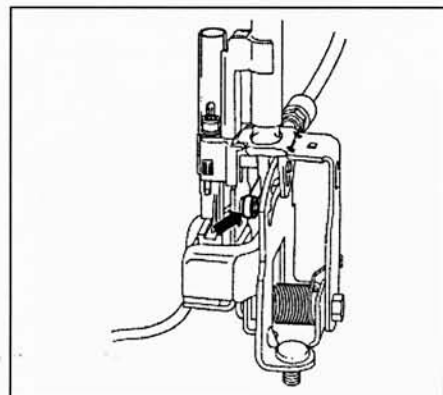

Рис. 4.6. Расцепите стопорное кольцо и отсоедините трос (указан стрелкой) от механизма переключения
**6** Расцепите стопорное кольцо и отсоедините трос от механизма переключения (рис. 4.6).